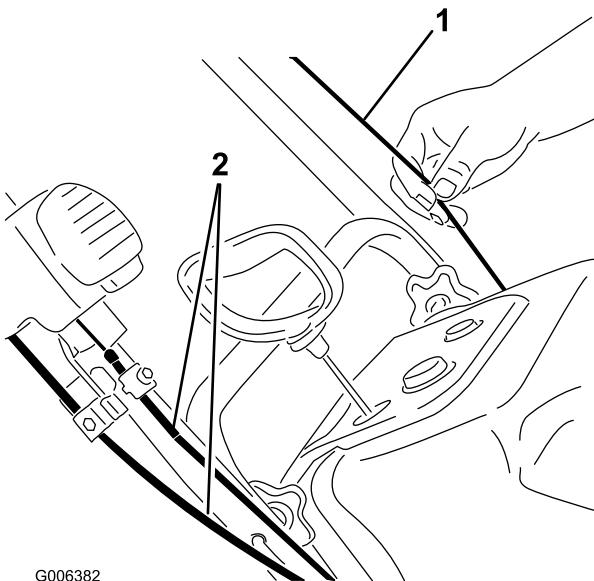

Рисунок 5
**Внимание:** Убедитесь в том, что вы не защемили и не перегнули тросик управления или тросы системы Quick Shoot™ (Рисунок 5).